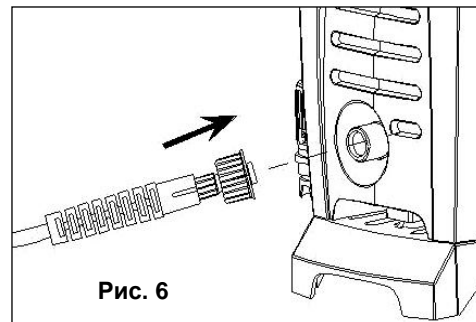

Рис. 6
- Плотно прикрутите соединительный разъем шланга подачи воды к фитингу мойки (См. Рис.6), после чего подсоедините его к водопроводу. Проверьте соединения на отсутствие протечки воды.